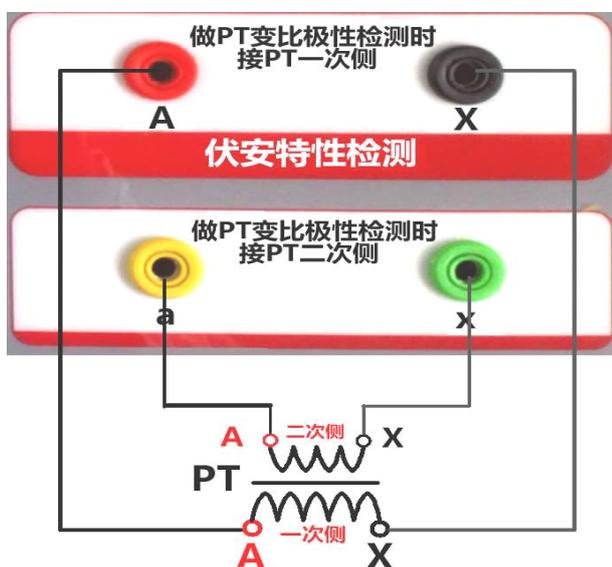

图 14
4. 2、PT 变比极性试验：（接线见图 14）
按照图 14 进行接线，PT 一次侧接测试仪的 A、X 端子，PT 二次侧接测试仪的 a、x 端，PT 的其它端子甩开什么都不接，设置好一次侧最大电压和二次侧电压后，合上调压开关，旋转鼠标将光标移动至变比极性测试菜单的“开始”选项，按下鼠标，选择“确定”，试验即开始。
7. 3、PT 角差比差试验(接线方式参照图 14, 与 PT 变比的接线方式相同):